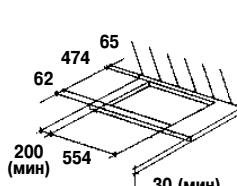

Рис. 1
На поверхности рабочего стола необходимо сделать прямоугольное отверстие (см. рис.1) для встраивания стола, соблюдая указанные размеры.
- Если слева или справа находится стена, минимальное расстояние от неё до стола встраиваемого должно соответствовать значению, указанному на рис. 1.